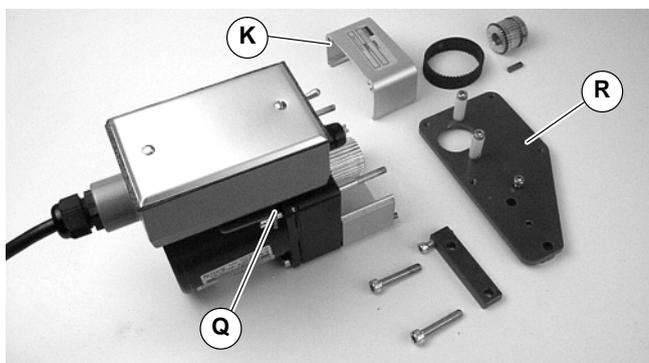

Abbildung 4
3. Vier (4) Schrauben (Q auf Abbildung 4) entfernen. Installationsträger abmontieren (R).